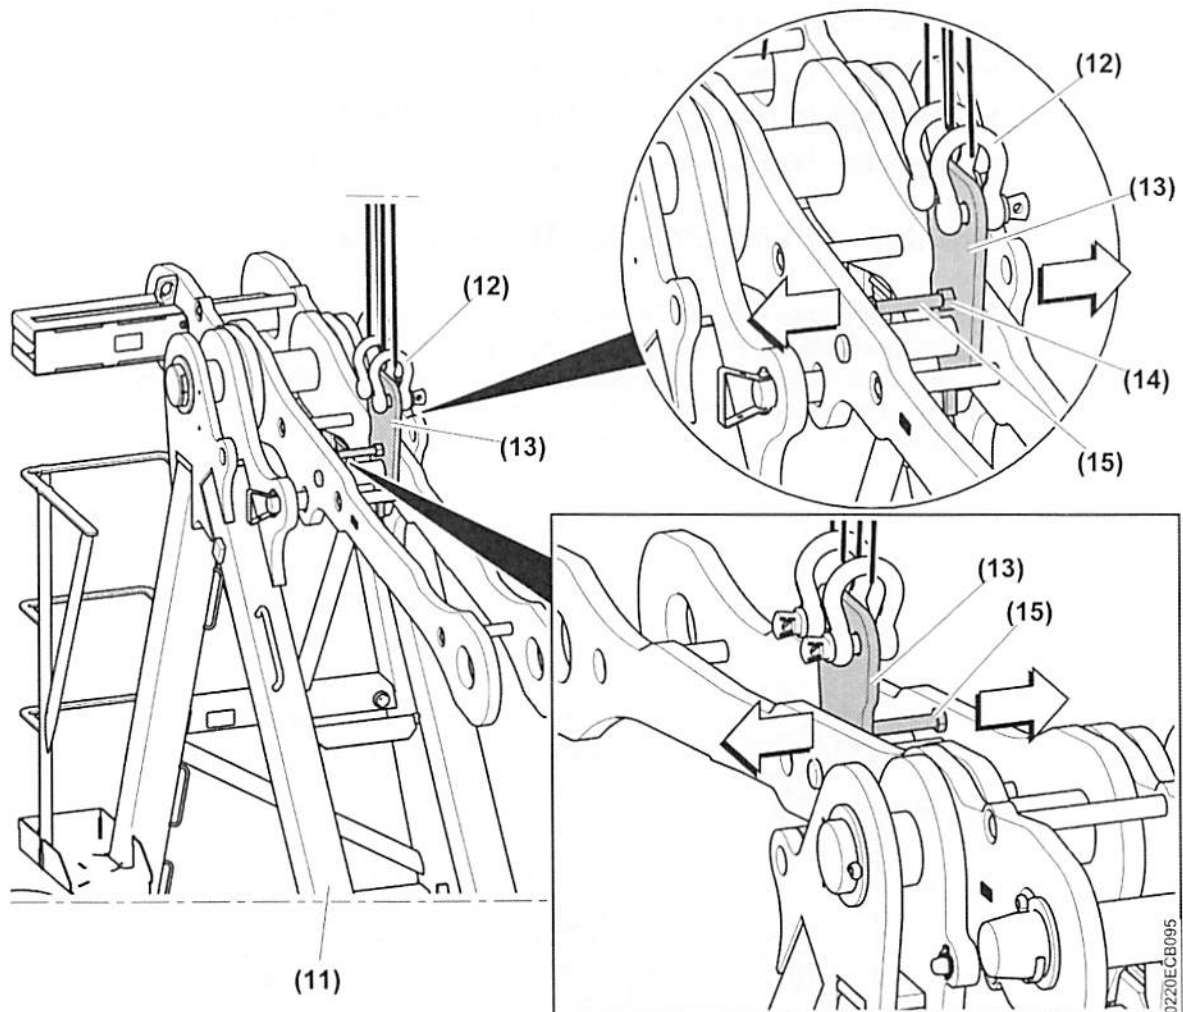

Fig. 202: Anhängelasche an Klappspitze verschieben
- Anhängelasche an Klappspitze verschieben. (siehe: Fig. 202, Seite 266)
- Vormontierte Drehbühne (4) auf Turmstück (3) setzen.
- Drehbühne (4) und jeden Eckstiel des Turmstücks (3) verschrauben und sichern. (Weitere Informationen siehe: 6.2 Grundlegende Hinweise zur Montage, Seite 117)